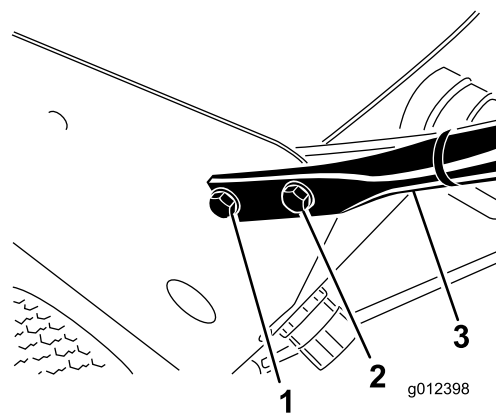

Figure 4
3. Montez le guidon dans les trous inférieurs du support de la cuve en serrant légèrement les (2) boulons (Figure 4).
4. Sélectionnez un des trous de montage supérieurs, placez le guidon à la position d'utilisation voulue, puis fixez le guidon au support de la cuve avec (2) boulons et écrous (Figure 4).